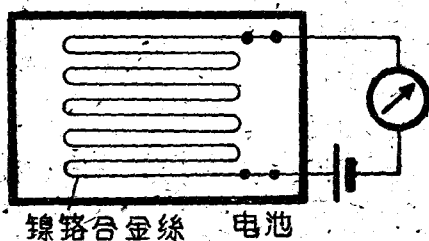

图 9
6. 应变电阻(图 9) 用电阻系数很大的合金镍铬材料或其他合金材料,拉成直径小于0.04毫米的细丝,再把它弯成如图 9 的形状粘在薄纸上,这就成了应变电阻。当应变电阻